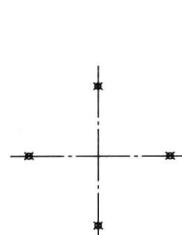
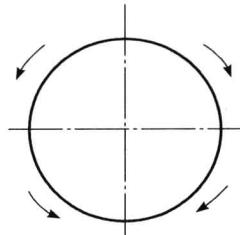

图 1-2 布点
图 1-3 画圆
- ③ 画直径为 40 mm 的圆（图 1-2 和图 1-3）。